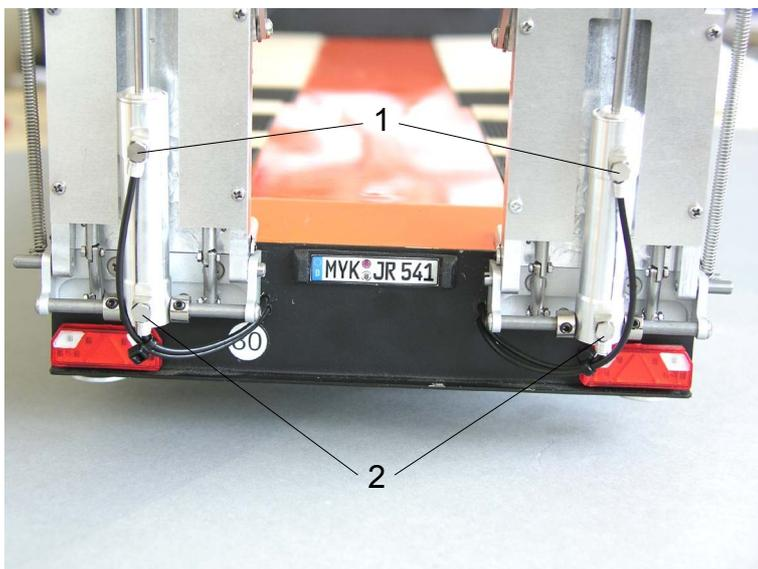

Bild 6
An dem T-Stück (1) werden die beiden Kopfanschlüsse und an dem T-Stück (2) die beiden Fußanschlüsse zusammengefasst. (siehe auch Bild 6)